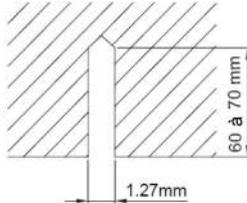

Fig.7
- (2). Installez les boulons au plafond à un endroit suffisamment résistant pour accrocher l'unité. Marquez l'emplacement des boulons grâce au gabarit. Avec une perceuse à béton, percez des trous de 12.7 mm (1/2") de diamètre. (Fig.7)